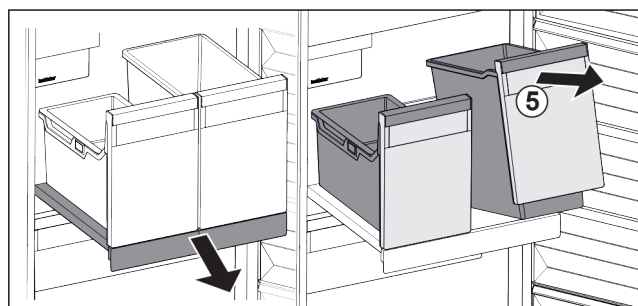

Fig. 139
- ▶ Sollevare il contenitore Fig. 139 (5) dal lato anteriore.